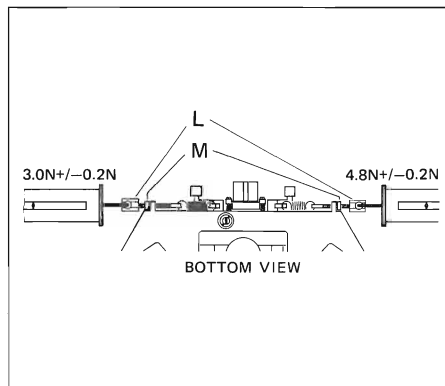

Fig. 3.10
- Den Spezialbolzen [L] an den Gewindestift anschrauben und eine Federwaage einhängen und daran ziehen, bis zwischen der Vierkantsmutter [M] und der Halterung ein Luftspalt entsteht (Fig. 3.10).
- Screw special pin [L] to the headless set-screw, attach a spring dynamometer and pull at the latter until an air gap is created between the square nut [M] and the mounting. (Fig. 3.10)
- Vissez le boulon spécial [L] à la tige file-tée, accrochez-y le dynamomètre et tirez jusqu'à ce qu'apparaisse un jeu entre l'écrou à 4 pans [M] et le support. (Fig. 3.10)